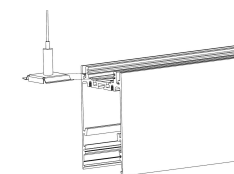

Рисунок 2
- Установите комплект подвесов (не входят в комплект поставки, дюбели и установочные саморезы подбираются самостоятельно в зависимости от монтажной поверхности и не входят в комплект поставки. Монтажное отверстие в крепежной втулке для подвеса имеет диаметр 5мм и рассчитано для самонарезных винтов с потайной головкой. Нагрузка на трос составляет не более 10 кг и определяется весом светильника) в паз на верхней части корпуса светильника (Рисунок 2);